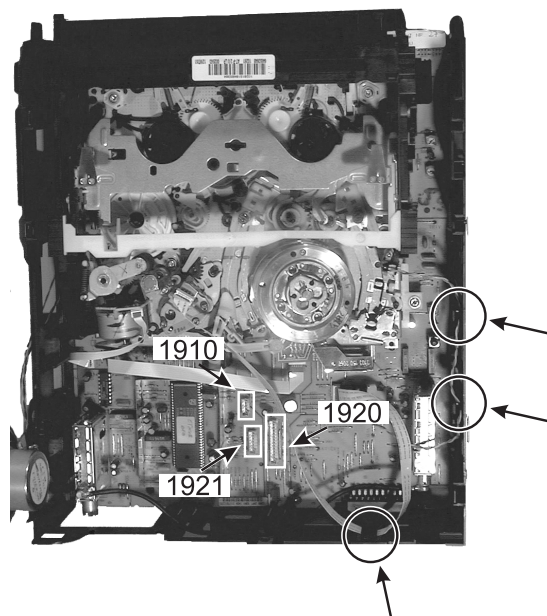

Figura 4-7
11. Estrarre dalle guide i cavi che passano attraverso il telaio e la testa A/C del cavo verso la scheda principale (vedi figura 4-7).
12. Disinserire i connettori 1910, 1920 e 1921 (vedi figura 4-7)